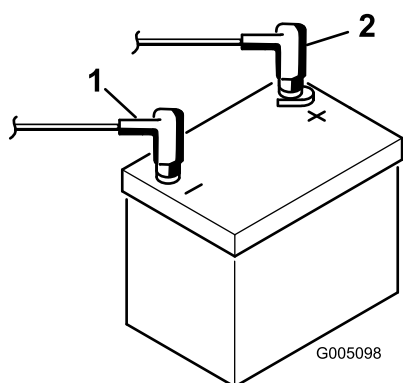

Рисунок 8
9. Подсоедините положительный кабель (красный) к положительной клемме (+), а отрицательный кабель (черный) – к отрицательной (-) клемме аккумуляторной батареи и закрепите их болтами и гайками (Рисунок 8). Наденьте на положительную клемму резиновый чехол для предотвращения возможного замыкания на массу.